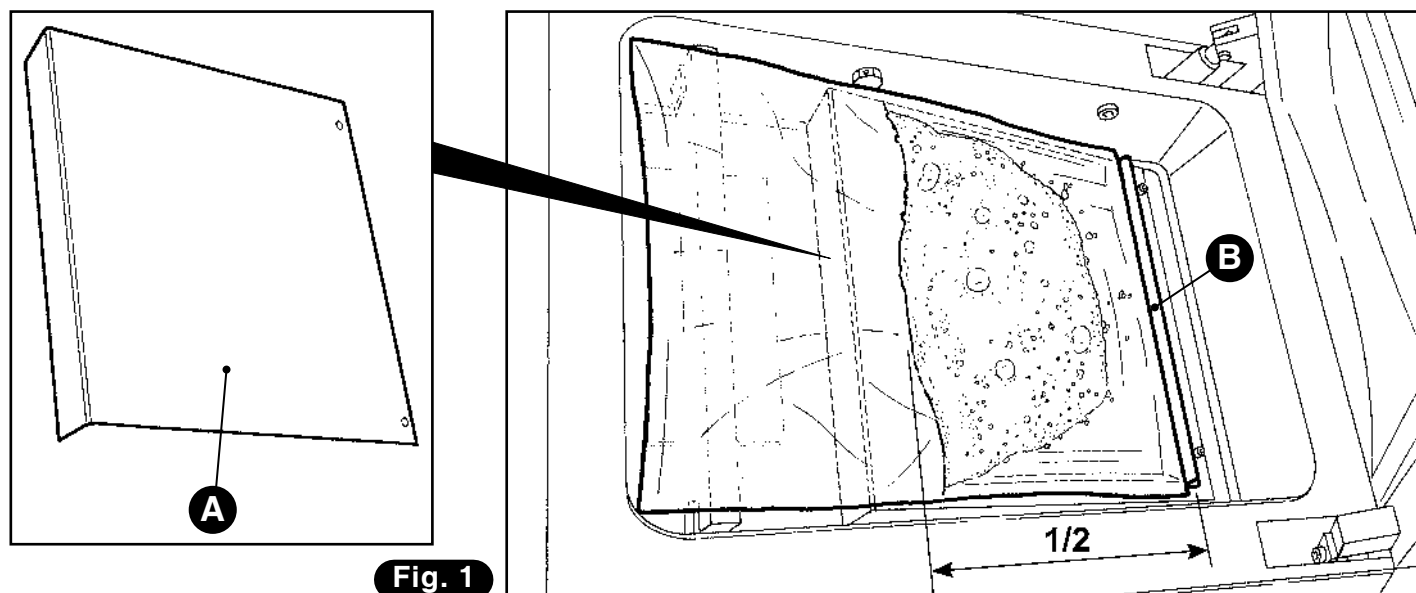

Fig. 1
- 3) Introduire le sachet contenant le liquide à conditionner à l'intérieur de la cloche, en ayant soin de ne pas le remplir plus de moitié (1/2) (**Fig. 1**). Le placer en position centrée sur la barre de soudure, de manière à ce que le bord ouvert dépasse d'environ 20 mm de ladite barre.